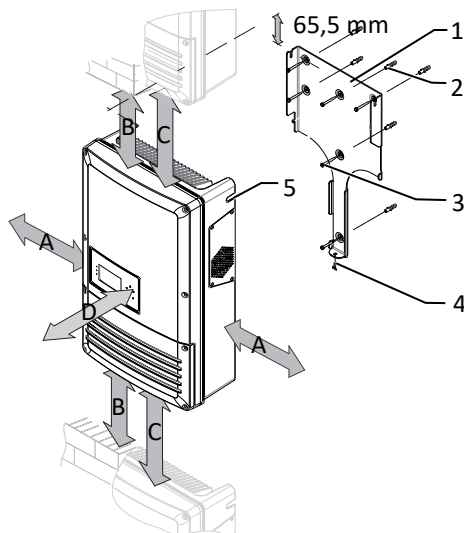

Abb. 12: Mindestabstände für Wandmontage
3. Beiliegende Schraube an der Lasche der Halterung einsetzen und Gerät zur Sicherung gegen Ausheben befestigen [✗ X Z2 (Pozidrive) /  1 Nm] [Siehe Abbildung 12 [▶ Seite 18].